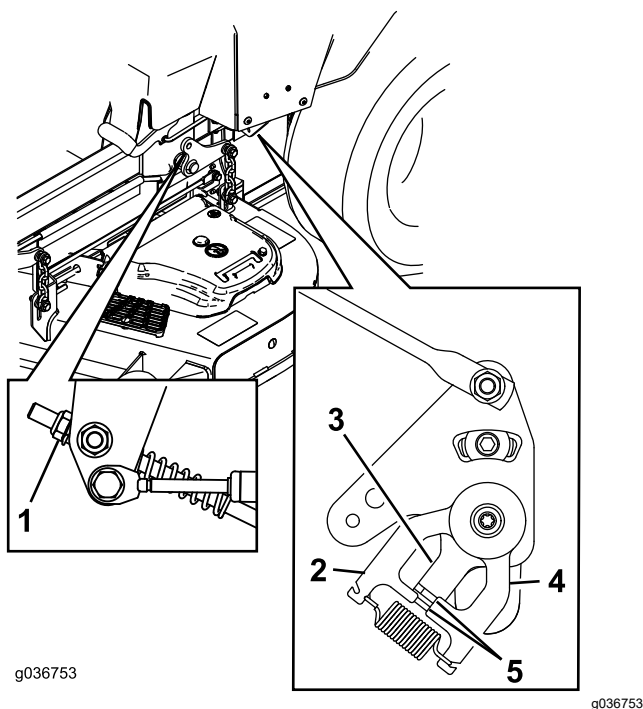

Figure 82
11. Réglez la longueur des tiges de pompes en tournant l'écrou dans le sens voulu jusqu'à ce que les roues tournent légèrement en marche arrière (Figure 81 et Figure 82).